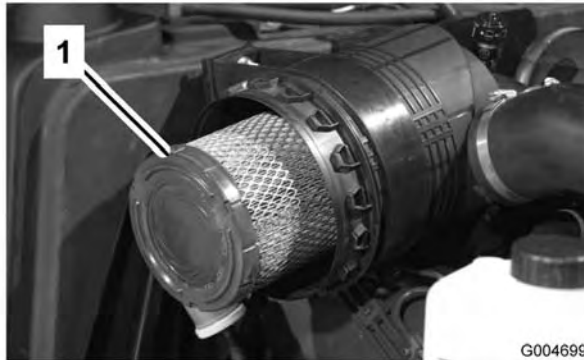

Figura 46
2. Antes de remover o filtro (Figura 46), utilize ar de baixa pressão (276 kPa [40 psi], limpo e seco) para ajudar a retirar grandes acumulações